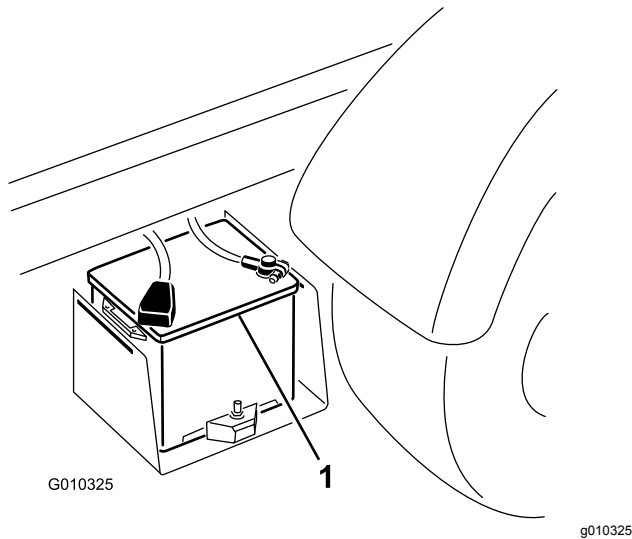

図 60
2. 2 台のバッテリーのプラス端子同士をブースターケーブルでつなぐ 図 60。